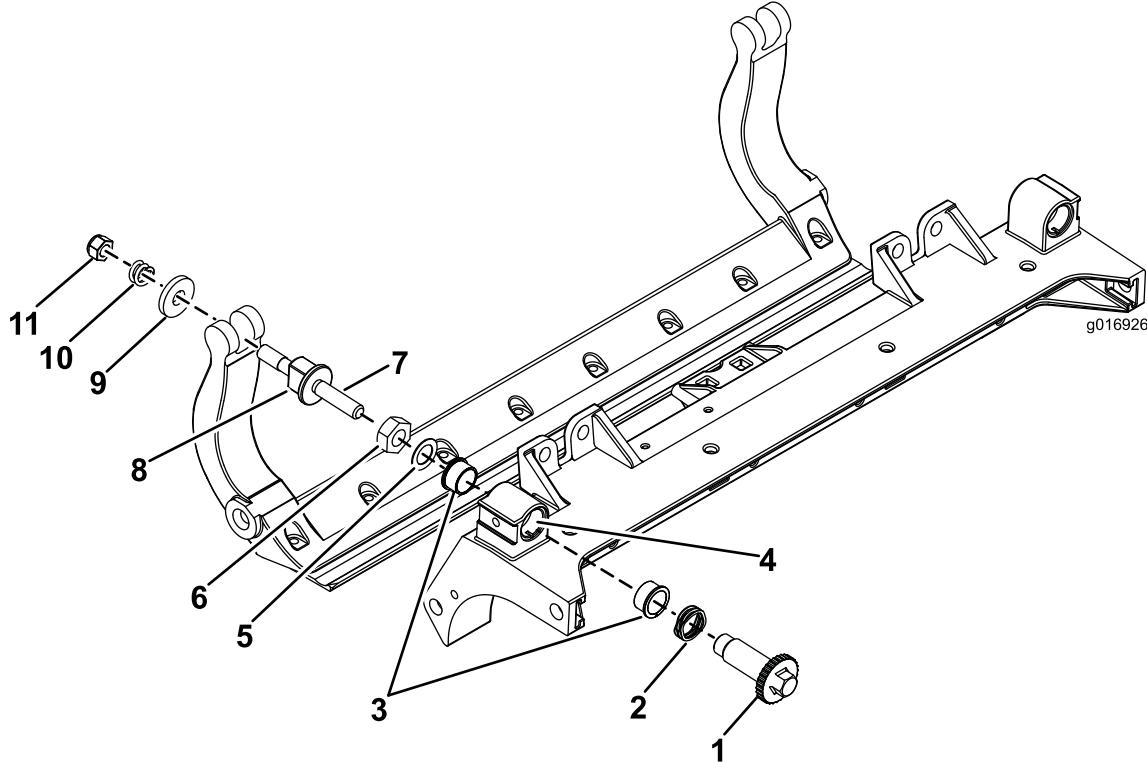

Figura 34
- Rimuovete tutti i componenti (fate riferimento alle *Istruzioni per l'installazione* del kit DPA HD (Modello N. 120-7230) e a Figura 34).
- Applicate del lubrificante antigrippaggio all'interno dell'elemento in cui vanno montate le boccole, sul telaio portante dell'apparato di taglio (Figura 34).
- Allineate le chiavette sulle boccole flangiate alle scanalature sul telaio e montate le boccole (Figura 34).
- Montate una rondella ondulata sull'albero del dispositivo di regolazione e inserite l'albero all'interno delle boccole flangiate sul telaio dell'apparato di taglio (Figura 34).
- Fissate l'albero del dispositivo di regolazione con una rondella piana e un dado di bloccaggio (Figura 34). Serrate il dado di bloccaggio a una coppia di 20-27 N·m.
Nota: Collocate una rondella in nylon su ciascun lato della flangia di estremità della piastra laterale. Posizionate una rondella in acciaio all'esterno di ciascuna rondella in nylon (Figura 34).